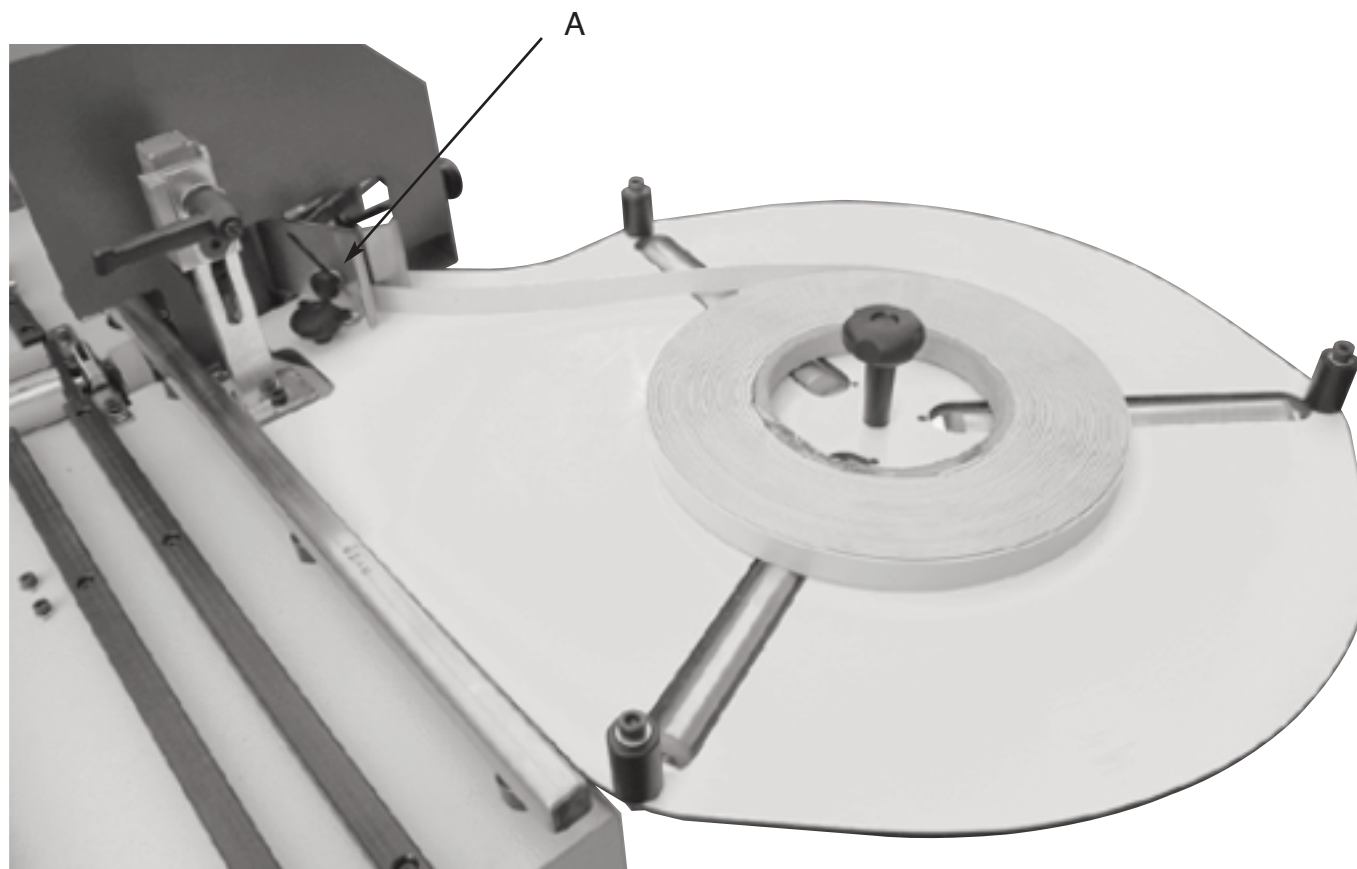

fig. 3.3.1
Posizionare la bobina di bordo nell'apposito supporto; in modo da non ostacolare la rotazione della bobina fig. 3.3.1.
-Inserire il bordo tra le due guide in acciaio inossidabile fig. 3.3.1.
Regolare il contenimento verticale del gruppo tramite il pomolo A fig. 3.3.1.
Place the edge coil on the support in a way have a good turning of the coil fig. 3.3.1
Put the edge between the two stainless steel guides fig. 3.3.1
Keep the vertical position of the edge with the hold down knob A fig. 3.3.1.
Monter le croisillon de façon à ne pas gêner la rotation de la bobine fig. 3.3.1.
Introduire le chant entre les deux guides en acier inoxydable fig. 3.3.1.
Régler la position verticale du groupe à l'aide de la poignée A fig. 3.3.1.